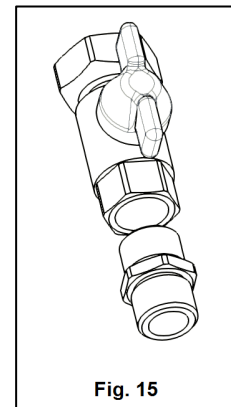

Fig. 15
10. Se montează niplurile R, pe robineții cu olandez M, asigurându-se etanșarea cu șnur de cânepă (Fig. 15).